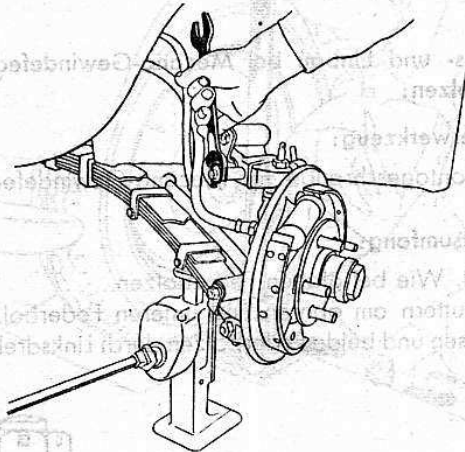

Bild 135
9. Unteren und oberen Federbolzen bis zum festen Aufsitzen des Sechskantkopfes einschrauben. Die letzten fünf bis sechs Gewindgänge sind etwas stärker und lassen sich daher schwerer einschrauben (Bild 135).